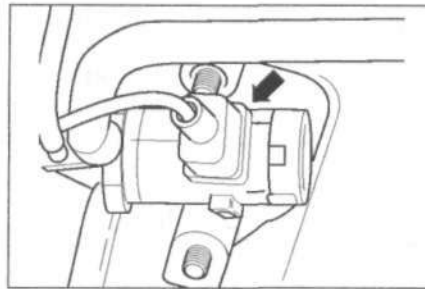

Рис. 7.68. Отсоедините разъем проводки (стрелка) от клапана переключения впускного коллектора.
1. Отсоедините разъем проводки (стрелка) от клапана переключения впускного коллектора (рис. 7.68).